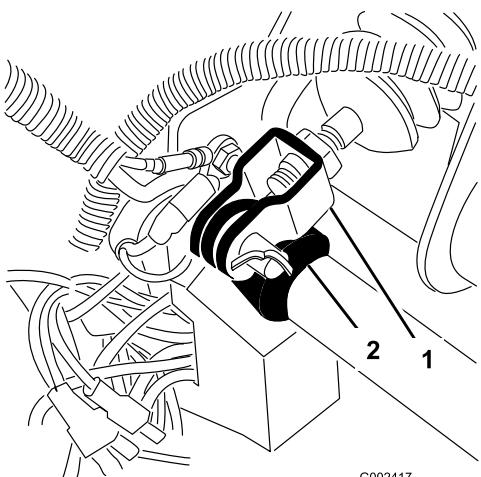

Figura 68
1. Retire el pasador de horquilla y la chaveta que fijan la horquilla del cilindro maestro al pivote del pedal de freno (Figura 68).
3. Afloje las contratuerzas que fijan la horquilla al eje del cilindro maestro (Figura 68).